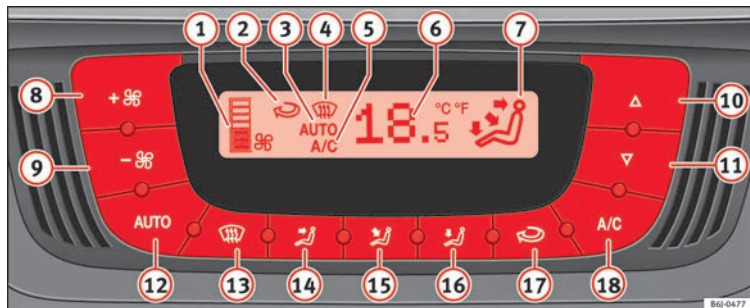

Abb. 130 Climatronic-Bedienelemente in der Instrumententafel.
- Taste **AUTO** drücken. Die Anzeige »» **Abb. 130** **3** erscheint.
- Drücken Sie die Tasten »» **Abb. 130** **10** und **11**, um die im Fahrzeuginnenraum gewünschte Temperatur einzustellen. Es wird empfohlen, eine Temperatur von +22 °C (+72 °F) einzustellen.
- Drücken Sie eine der Tasten »» **Abb. 130** **14** bis **16** oder drücken Sie den Gebläseregler **8** und **9**. Die Anzeige **3** erlischt. »»
Das Gebläse kann mithilfe der Tasten **» Abb. 130 8** und **9** eingestellt werden. Ist das Gebläse ausgeschaltet (am Display wird keine Gebläsestufe **1** angezeigt) und wird die Taste **9** innerhalb von 1 Sekunde erneut gedrückt, wird die Climatronic ausgeschaltet.
– Drücken Sie die Taste , um den Umluftbetrieb ein- oder auszuschalten. Der Umluftbetrieb ist eingeschaltet, wenn das Symbol  **» Abb. 130** im Display angezeigt wird.